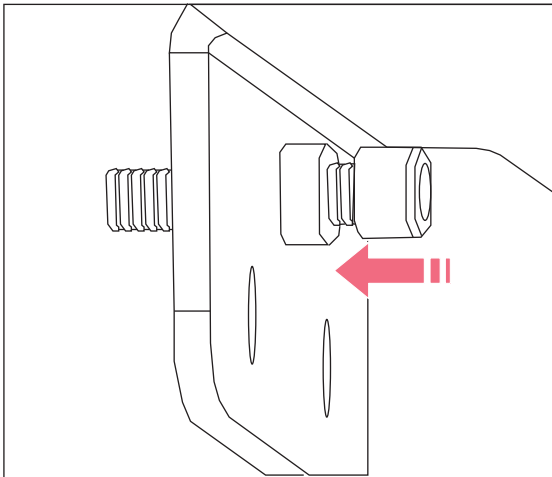

Fig. 4-14: Vis
2. Insérer la vis comme représenté(voir Fig. 4-14 à la page 31).